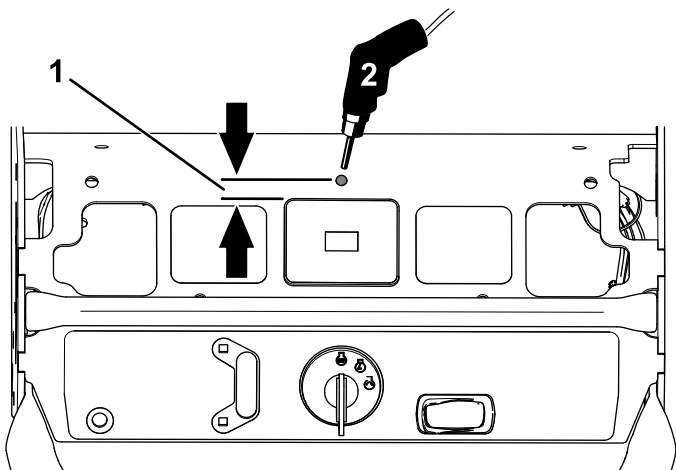

Rysunek 6
5. Podłącz złącze do złącza przełącznika dwustabilnego (**Rysunek 6**).